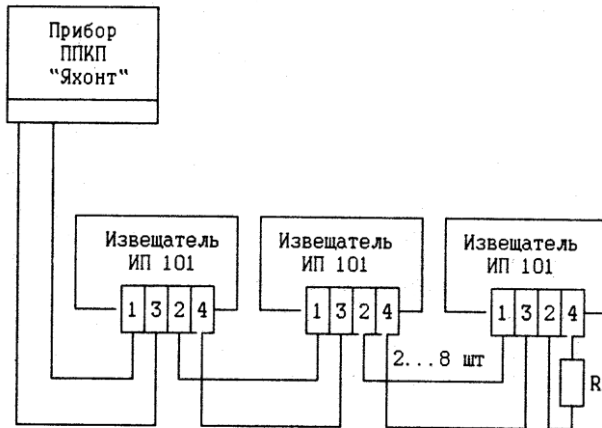

Рис. 7.1. Схема подключения извещателей ИП 101 к прибору ППКП «Яхонт И»
7.3. Произвести монтаж шлейфа сигнализации ППКП в соответствии со схемой, приведенной на рис. 7.1. Оконечный резистор в шлейфе R выбирается исходя из конкретного типа ППКП.